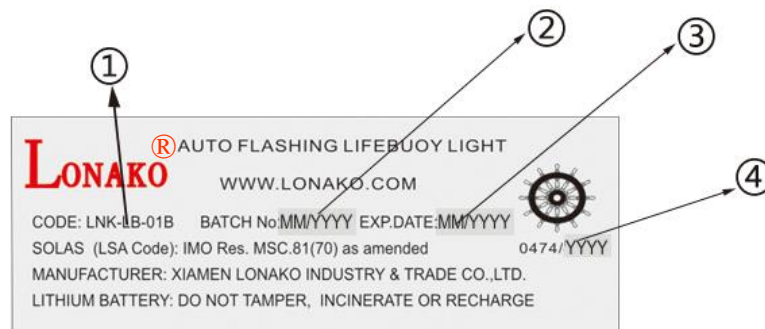

图 2-2
2.4.1 LNK-LB-01B 救生圈灯的标准产品标签如下图所示。图 2-2: :
- ①基本信息: 产品名称, 制造商公司网站, 产品型号, 符合的 SOLAS 标准, 制造商名称, 安全注意事项
- ②生产批次日期;
- ③产品过期日期;
④轮环标识, 认证机构编号 0474 和图 2-2 中的“YYYY”④表示轮环标识标记于产品的年份。